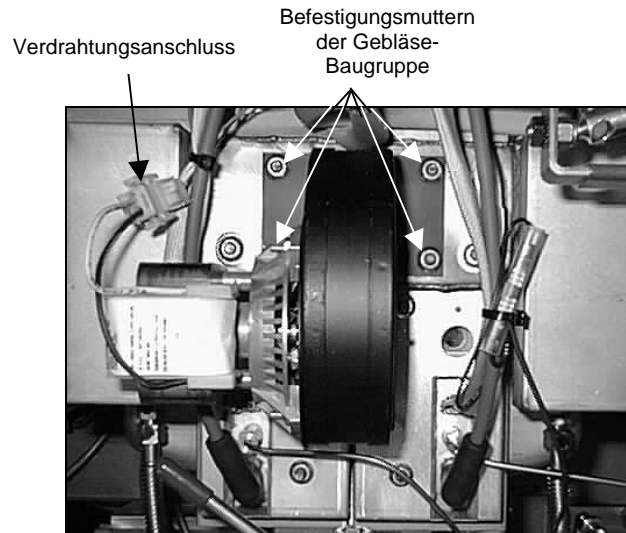

Abbildung 1
1. Den Gebläsekabelbaum abklemmen und die vier Befestigungsmuttern des Gebläses entfernen. (Siehe Abbildung 1 auf der nächsten Seite.)